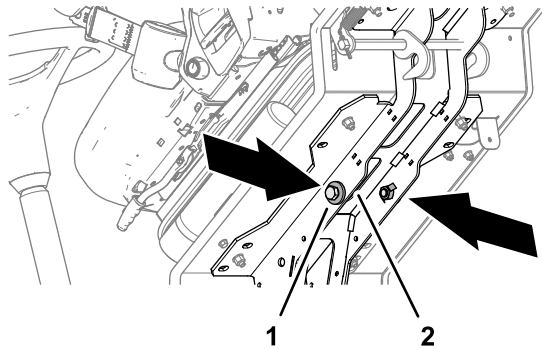

Figura 33
4. Retire os dois parafusos de 12 x 40 mm e as duas anilhas de 12 mm guardados nas calhas de suporte da plataforma (Figura 33).